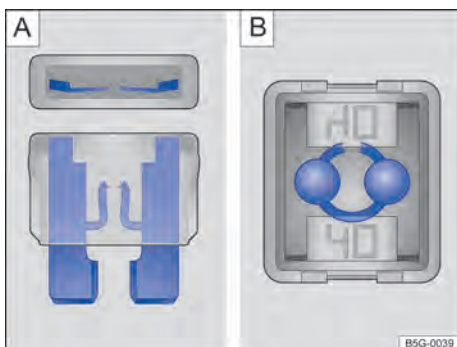

Fig. 140
- Un *fusible plano* (ATO®, MINI®) averiado es reconocido desde arriba o desde el costado por la carcasa transparente en las bandas metálicas derretidas → fig. 140 A.
- Un *fusible de bloqueo* (JCASE®) averiado es reconocido por las bandas metálicas por encima de la carcasa transparente → fig. 140 B.